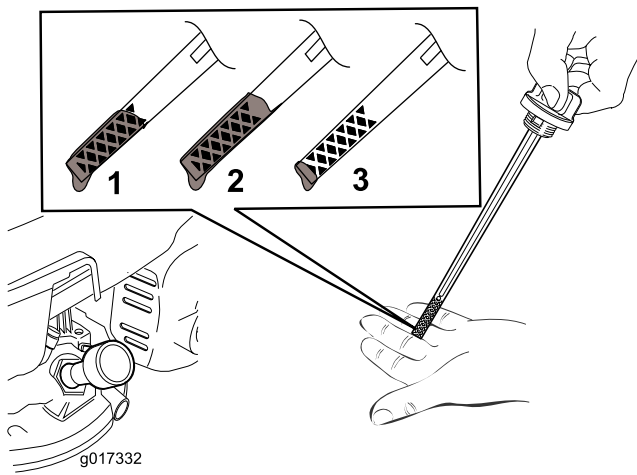

Figure 7
2. Retirez la jauge (Figure 7).
Remarque: Versez de l'huile dans le carter moteur jusqu'à ce que la jauge indique le niveau correct, comme montré à la Figure 7. Si vous remplissez excessivement le carter moteur, vidangez l'excédent d'huile comme expliqué sous Vidange de l'huile moteur (page 17).